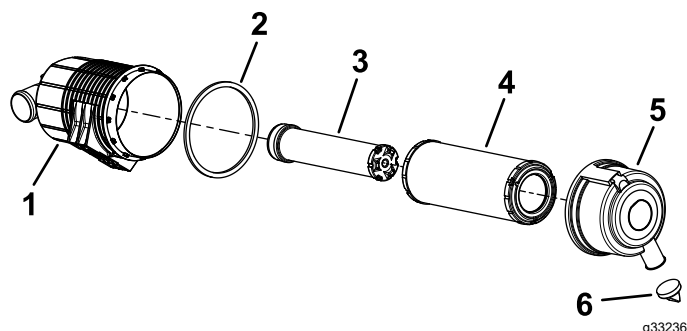

Figure 39
5. Faites l'entretien du filtre à air et de l'élément de sécurité quand indiqué (Figure 39).